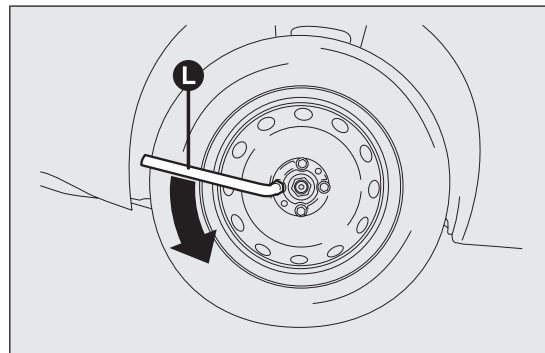

fig. 144
- ❑ allentare di circa un giro i bulloni di fissaggio, utilizzando la chiave in dotazione L fig. 144; per vetture dotate di cerchi in lega, scuotere la vettura per facilitare il distacco del cerchio dal mozzo della ruota;